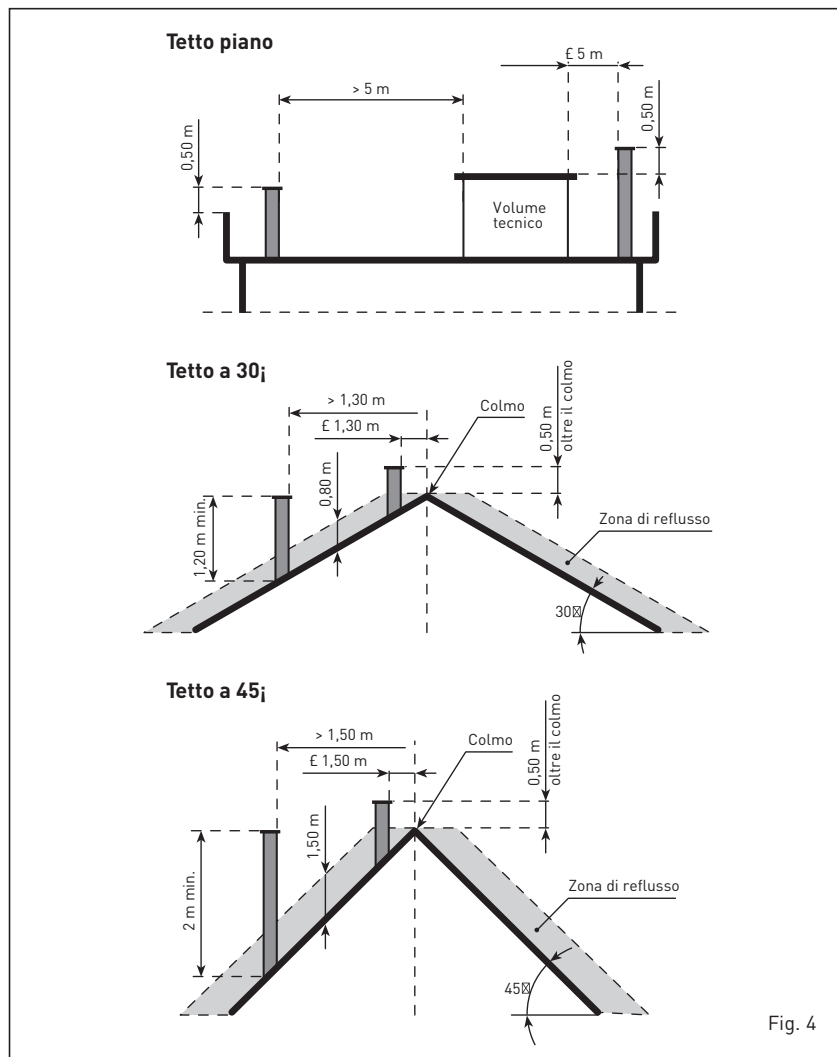

Fig. 4
2.5 CANNA FUMARIA (fig. 4)
- essere dotata alla sommità di un comignolo, il cui sbocco deve essere al di fuori della cosiddetta zona di reflusso al fine di evitare la formazione di contropressioni, che impediscano il libero scarico nell'atmosfera dei prodotti della combustione. È necessario quindi che vengano rispettate le altezze minime indicate in fig. 4;